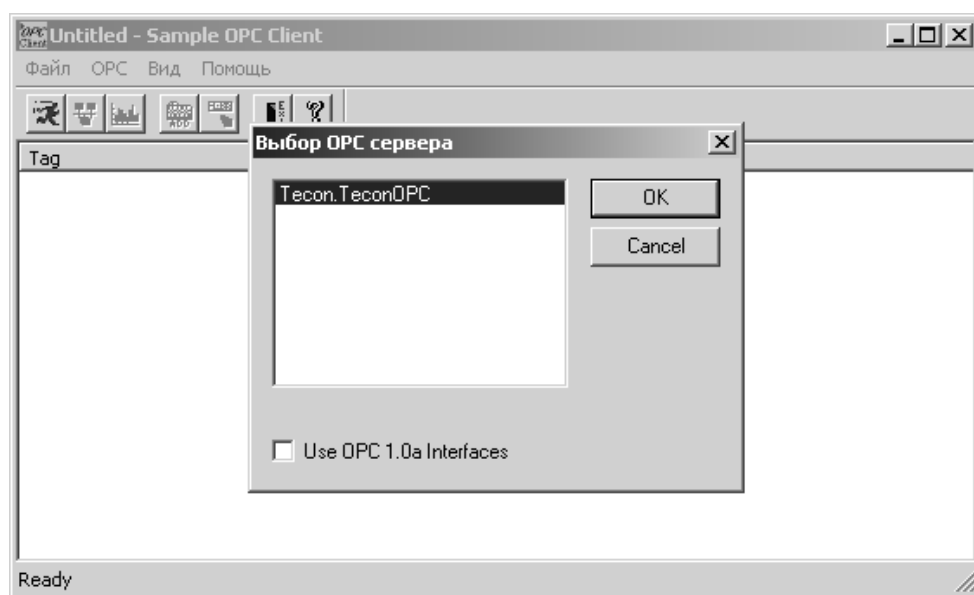

Рисунок 3.5 - Запуск простого OPC-клиента (пример)
- б) нажмите на кнопку , и выберите Tecon.TeconOPC, (см. Рисунок 3.5) и нажмите «ОК»;